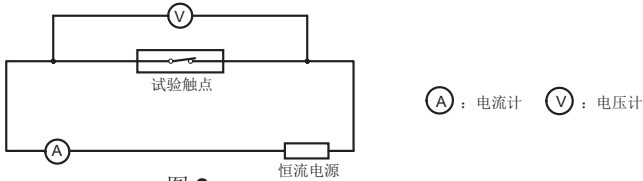

图 2
**1.2 接触电阻：**指接触的触点间电阻和与触点相连的簧片及引出端的导体电阻的总电阻。一般以“mΩ”表示，接触电阻的测定用图2的电压下降法进行，通常情况下，大于等于1A的负载应用情况，测试电流1A 6VDC。